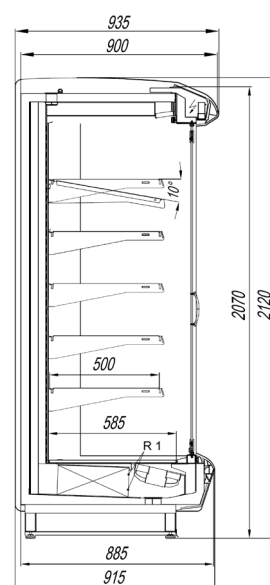

Рисунок 8. Витрина КВАРЦ КОМПАКТ СТЕКЛЯННЫЕ ДВЕРИ
- «КВАРЦ КОМПАКТ СТЕКЛЯННЫЕ ДВЕРИ» - пристенная среднетемпературная горка со стеклянными бескаркасными дверями, ширина основания 915мм (рисунок 8);